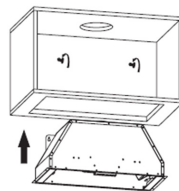

Fig. 6.
4. Coloque la compartimento en el interior del mueble y cuélguelo en los tornillos de la pared (cf. ilustración 6).